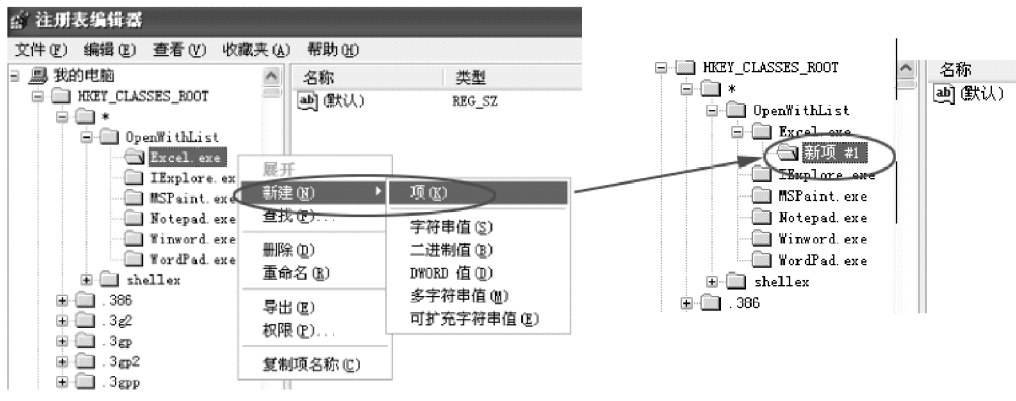

图 3-118 添加子键的操作步骤示意图
① 添加子键和键值的方法。添加子键时，打开注册表后，在注册表编辑器左侧的键格窗口中用鼠标选定相应的子键后右击，在弹出的选项列表中选择执行“新建”、“项”命令。系统即可在相应的子键树形结构的位置处新建一个“新项#1”子键，然后将其改为相应的子键名即可。具体操作步骤如图 3-118 所示。